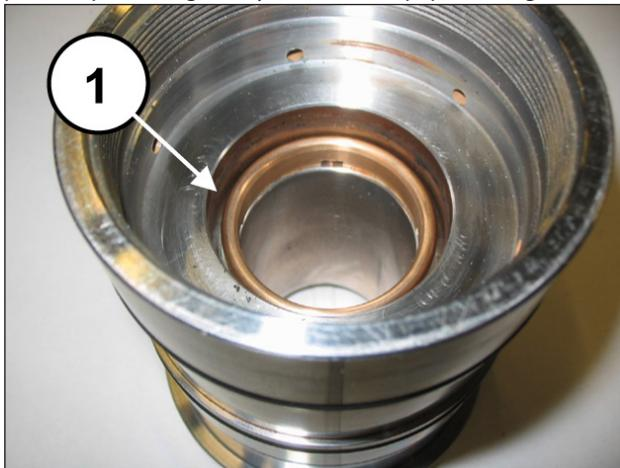

Fig. 150
Montar la anilla del cuello (pos. ①, Fig. 150), la junta de alta presión (pos. ①, Fig. 151) y la anilla restop (pos. ①, Fig. 152).